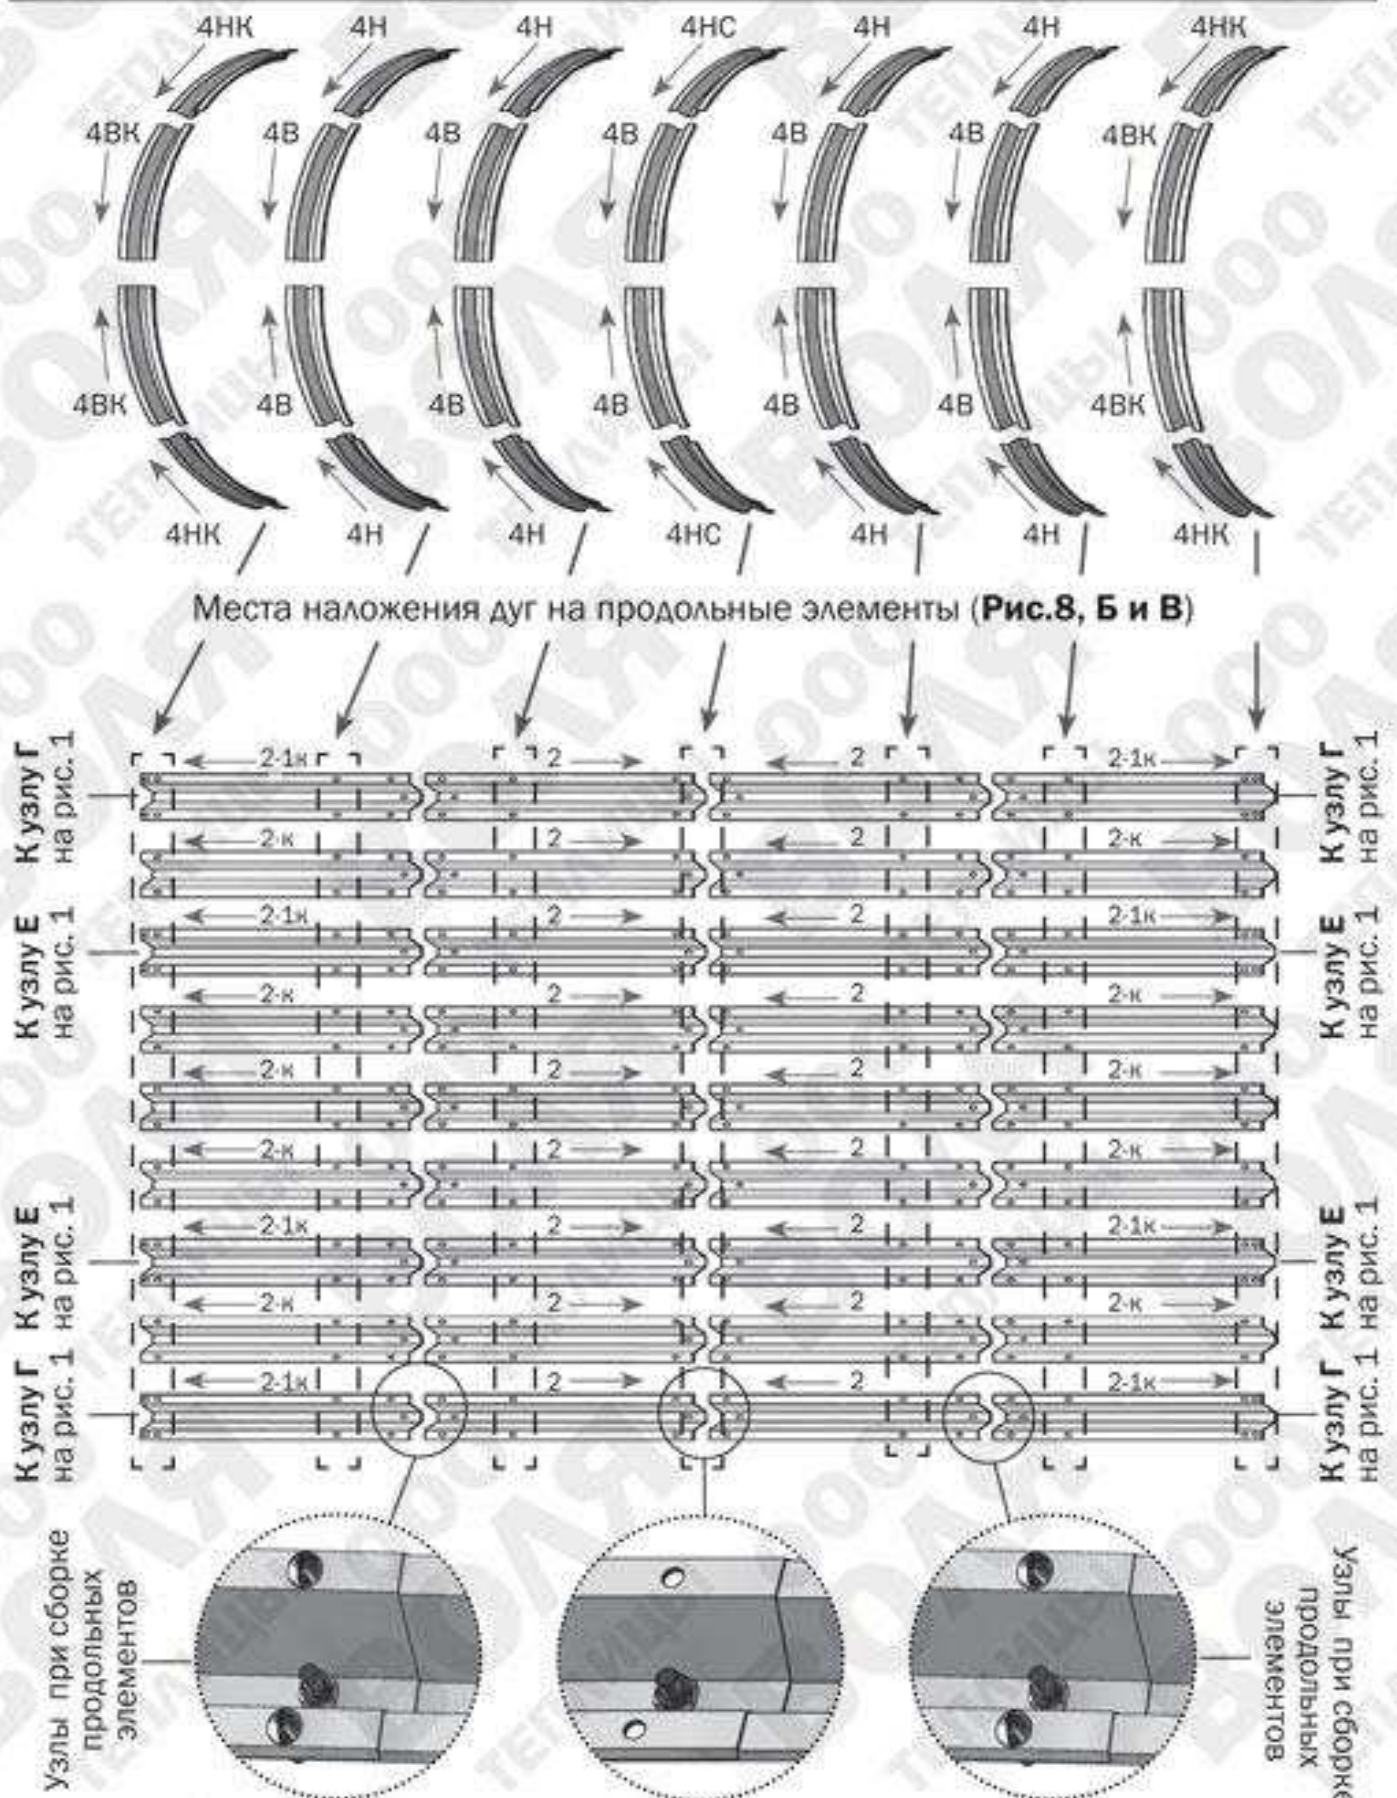

Рис. 5 Расположение дуг и продольных элементов каркаса «Дачная-Эко»-4 (детали показаны схематично)
детали 4 и 2 - см. Рис.5,6
3. Выполняйте сборку в соответствии с фотографиями этапов сборки и узлов, представленными на **рис. 5...14**.